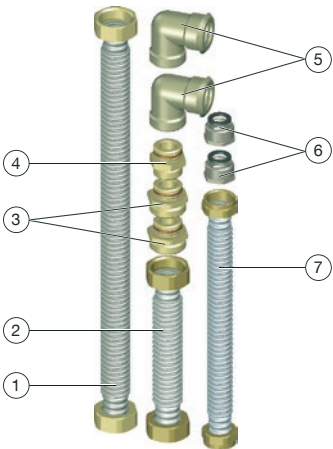

Fig. 1: Jeu de raccordement et de tubage
1. Visser les manchons de réduction pour les raccordements du chauffe-eau instantané (position (6) sur la Fig. 1 en page 27) avec joints noirs en EPDM sur le raccordement du chauffe-eau instantané.
2. Visser les côtés auto-étanches des mamelons doubles (positions (3) et (4) sur la Fig. 1 en page 27) dans les raccordements correspondants du bloc de raccordement avec robinets à tournant sphérique.
3. Visser les équerres (position 5 sur la Fig. 1 en page 27) dans les raccordements du distributeur/collecteur pour circuits de chauffage.